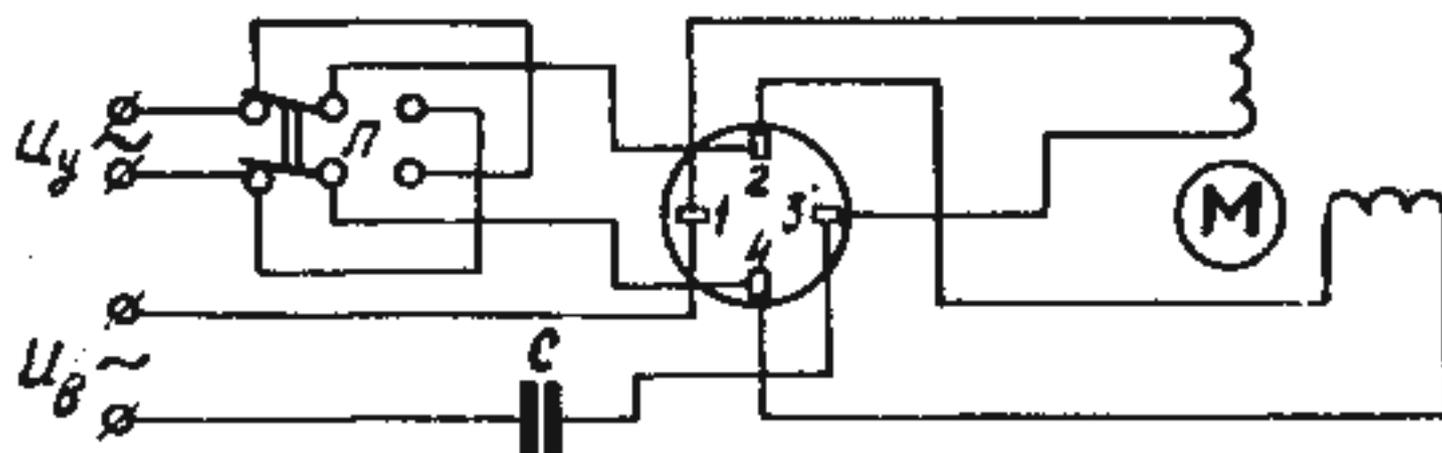
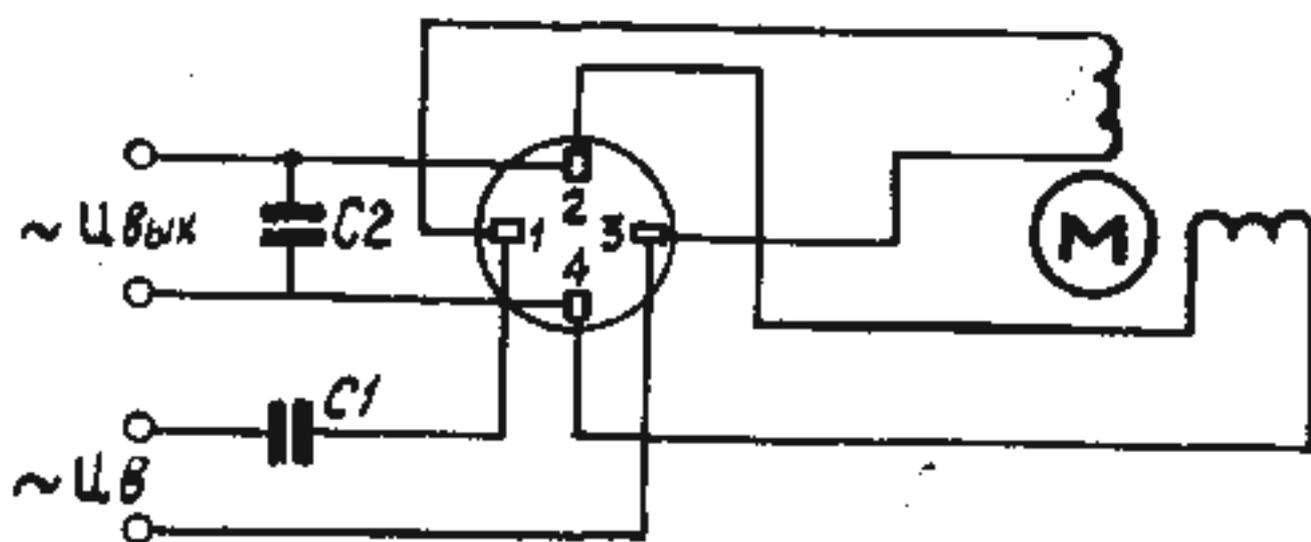

Рис. 3. Схема электрическая соединений при работе от сети:
Рис. 4. Схема электрическая соединений при работе с электронным или полупроводниковым усилителем:
Концы обмоток выведены на клеммник 3, установленный на корпусе двигателя. Распайка концов обмоток — согласно схеме рис. 3 или рис. 4. Клеммник закрывается крышкой 6.
Электродвигатели серии Д предназначены для работы от сети переменного тока 220 или 127 В частотой 50 (60) Гц. Схема включения электродвигателя при работе от сети приведена на рис. 3. Переключатель П служит для реверсирования электродвигателя, конденсатор С — для сдвига фазы питающего напряжения, необходимого для создания в зазоре вращающегося магнитного поля. При двух парах полюсов и частоте питающего напряжения 50 Гц скорость вращающегося поля равна 1500 об/мин.
При работе электродвигателя в схеме с электронным или полупроводниковым усилителем обмотка возбуждения включается в сеть напряжением U_b через фазосдвигающий конденсатор С1, а обмотка управления — к выходу $U_{вых}$ электронного или полупроводникового усилителя (рис. 4). Емкость конденсатора С2 в цепи управления зависит от типа двигателей и управляющего усилителя, например: для двигателей Д-32П1, Д-83П1 и Д-219П1, работающих с усилителем УПД, емкость должна быть соответственно 100, 200 и 200 мкФ; для двигателей Д-32П2, Д-83П2 и т. п., работающих с усилителем УПМ, — 15 мкФ.
Для присоединения внешних проводов снять крышку клеммной колодки и припаять проводники к контактным лепесткам по одной из схем, приведенных на рис. 3, 4.